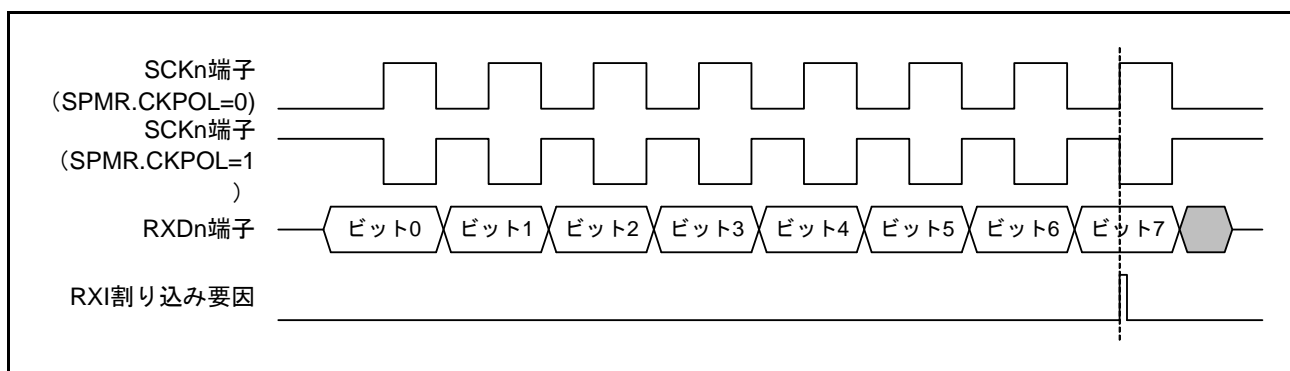

図 29.72 簡易 SPI モード（クロック遅れあり）RXI 割り込み発生タイミング
- クロック遅れあり設定（SPMR.CKPH ビット＝“1”）の場合、図 29.72 に示すように SCKn 端子の最終クロックエッジ手前のクロックエッジで受信データフル割り込み（RXI 割り込み）が発生します。このとき、SCR.TE、RE ビットを SCKn 端子の最終クロックエッジより前に“0”に設定すると SCKn 端子出力がハイインピーダンスとなり、最終送受信クロックのクロックパルス幅が短くなります。また、RXI 割り込み後、SCKn 端子の最終クロックエッジより前に接続先スレーブに対する SSn# 端子入力信号を High にするとスレーブが誤動作する可能性があります。